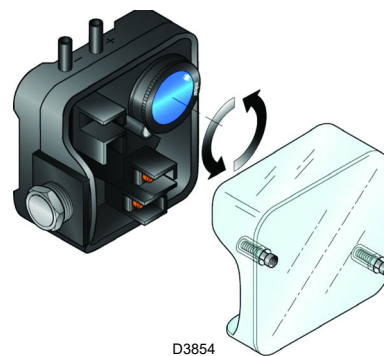

Fig. 27
- Regular el presostato aire (Fig. 27) en el inicio de la escala.
Efectuar la regulación del presostato aire, después de haber efectuado todas las demás regulaciones del quemador, con el presostato aire ajustado al inicio de la escala (Fig. 27).